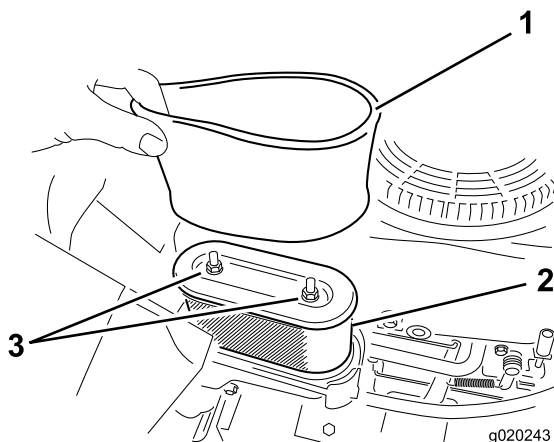

Figure 28
5. Retirez les deux écrous de l'élément en papier (Figure 28).
6. Retirez délicatement les éléments en mousse et en papier du boîtier du filtre à air (Figure 28).
1. Placez l'élément en mousse sur l'élément en papier (Figure 28).